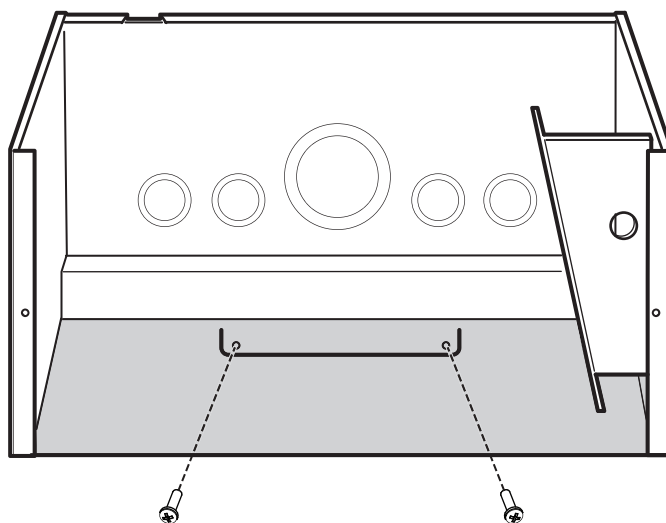

Figura 2-9 Montaje sobre la pared de la caja de derivación
5. Use dos tornillos (no incluidos) para fijar el soporte del borde inferior del panel posterior a la pared. Consulte Figura 2-9.